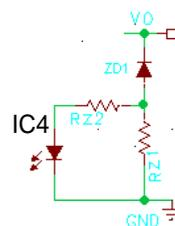

Figure 1-7. Secondary OVP circuit
2. 如 Fig. 1-7 所示, ZD1=13.2V, RZ1=150 ohm, RZ2=1K, IC4=LTV817C.之保護模式為 Auto recovery 方式.